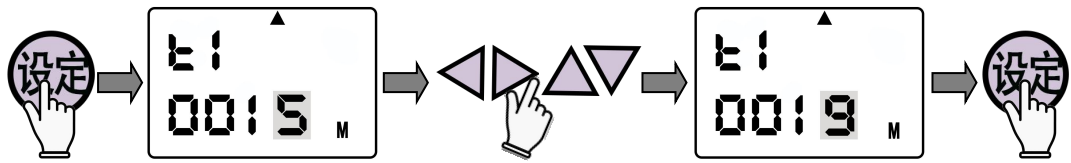

图 11
③设置灭菌时间：按“设定”键切换到 t1 灭菌时间设定界面（图 11），可按动左、右移位键，进行光标定位，再按上下键进行设定，“一键制”灭菌模式下的灭菌时间只能增加不能减少。121℃—